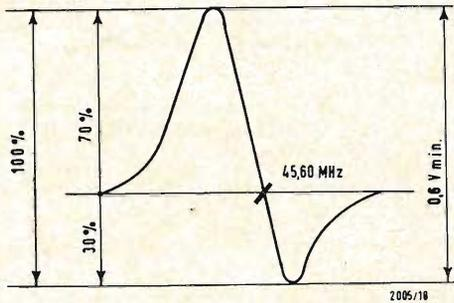

Fig. 12
- 29) regolare il nucleo inferiore del circuito T_{901} in modo da fare coincidere il marker a 45,6 MHz con la linea di zero (fig. 12).
Dovrà risultare la curva di fig. 12. Per eventuali ritocchi agire sull'accordo dei circuiti T_1, T_2, T_3 fino ad ottenere l'esatto andamento della curva di risposta.